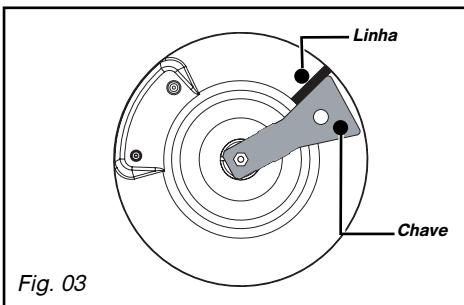

Fig. 03
• Por cima de um móvel vazio ou de uma gaveta (Fig. 03).
Nas instalações já existentes, é possível utilizar um tubo flexível equipado com braçadeiras de aperto (conforme com a norma XP D 36-110) cujo tempo de vida é de 5 anos. Nesse caso, é necessário utilizar uma extremidade, sem esquecer de colocar uma anilha de impermeabilidade entre a referida extremidade e o cotovelo da placa (Fig. 03).
- Rode a chave no sentido dos ponteiros do relógio até a linha apareça do outro lado (*Fig. 03*).